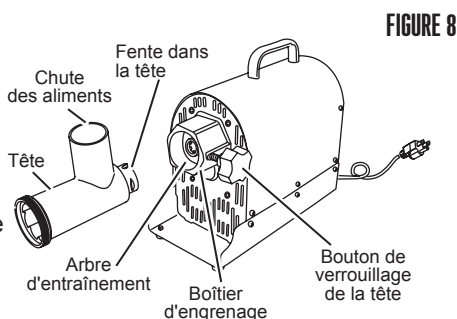

FIGURE 8
1. Veuillez vous assurer que le hachoir à viande est débranché. Insérer la tête dans le boîtier d'engrenage avec la chute d'aliments de la tête faisant face toute droite. Les fentes de la tête doivent être alignées avec l'ouverture piriforme à l'intérieur de carter d'engrenages. S'assurer que la tête est correctement logée dans le boîtier d'engrenages (**FIGURE 8**).